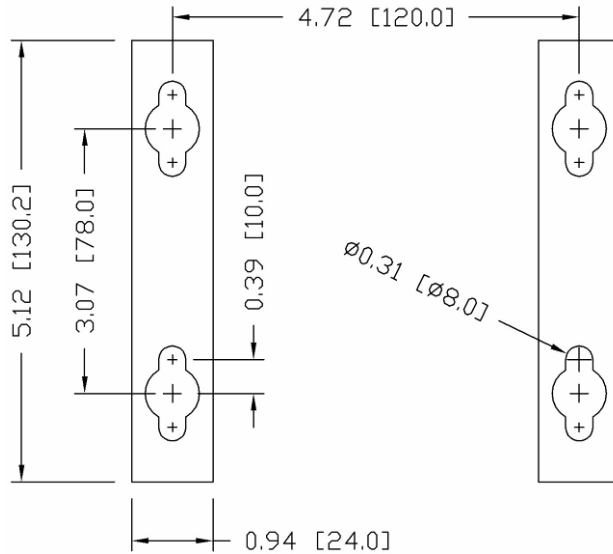

Figura 3-23: Dibujo del patrón de orificios de montaje
4. Marque la posición de los orificios de montaje sobre la superficie vertical según las dimensiones que se muestran en la Figura 3-23.